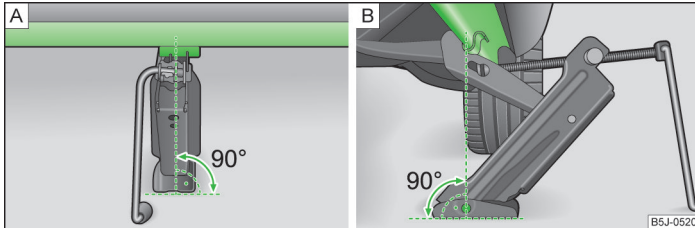

Fig. 143 Colocar el gato
- Fije el gato de modo que la garra abarque el alma vertical » fig. 143 - **B**.
- Apoye la placa de base del gato con toda la superficie en un suelo recto y asegúrese de que el gato se encuentra en posición vertical respecto a la posición en la que la garra abarca el alma » fig. 143 - **A**.